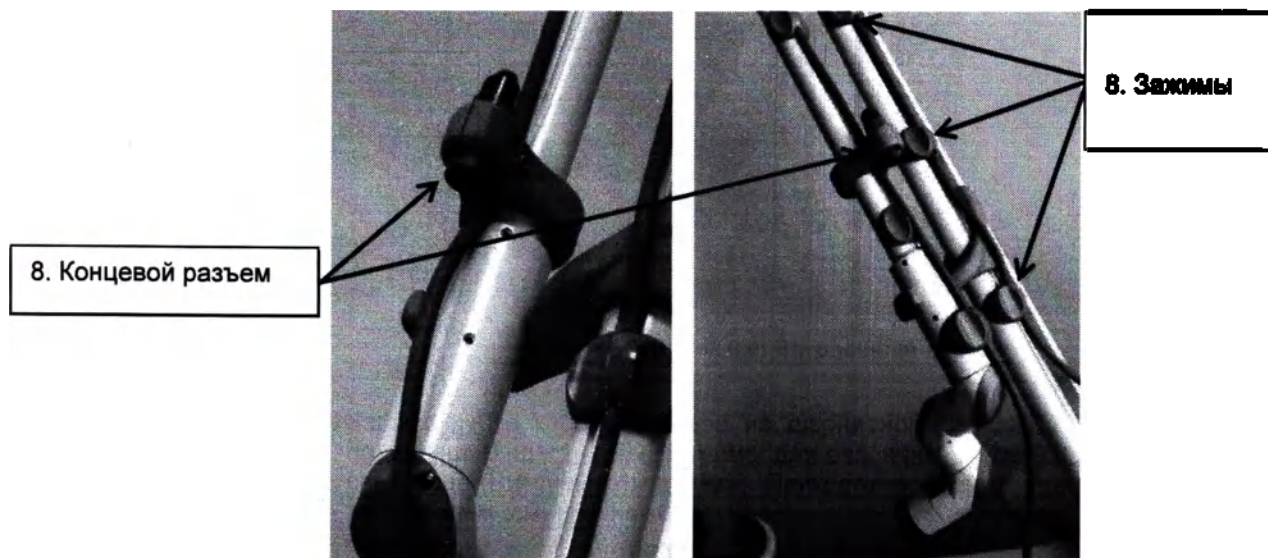

Рисунок 6.10: (Слева) Концевой разъем кабеля. (Справа) Концевой разъем кабеля и крепежные зажимы.
8. Зафиксируйте кабель сканера на шарнирном световоде. Используйте подходящие пластиковые зажимы для различных сегментов шарнирного световода (Рисунок 6.10 справа). Прикрепите концевой разъем кабеля с держателем (см. рисунок 6.10 слева).